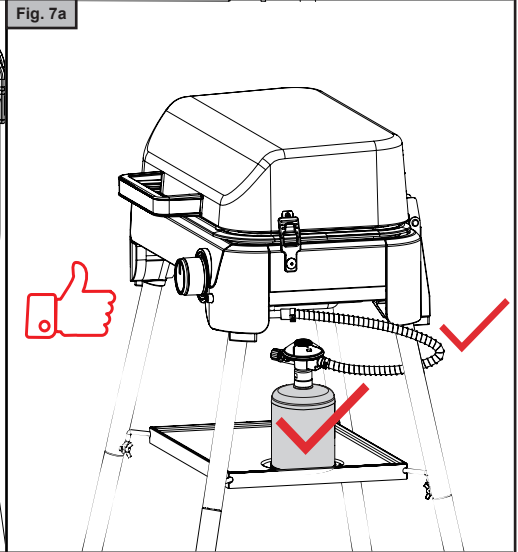

Fig. 7b
- Vérifiez que le flexible est correctement installé, qu'il n'est pas tordu, emmêlé, écrasé ou trop étiré. Tenez-le à l'écart de toutes les parties qui chauffent. (Fig. 7b & 7c)